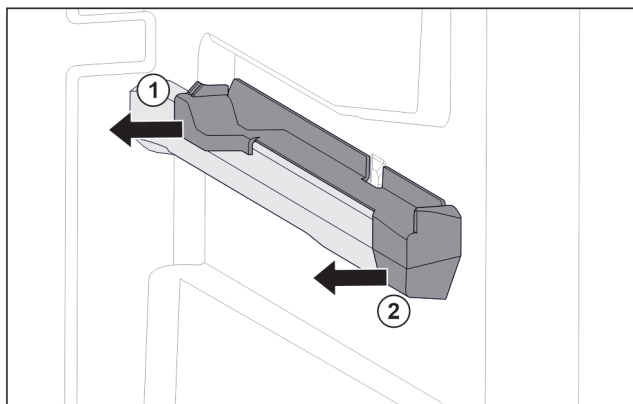

Fig. 73 Вставна частина на правому ребрі для резервуару
- Відсунути вставну частину назад вбік. Fig. 73 (1)
- Відсунути вставну частину вперед вбік. Fig. 73 (2)